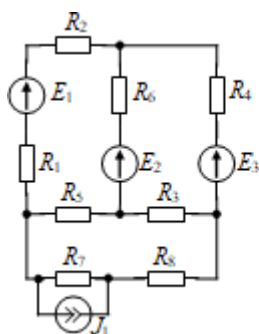

Рис. 1. Схема цепи
**Задача 1.** Для заданной электрической цепи (рис. 1) по заданным значениям сопротивлений, источников ЭДС и источников тока выполнить:
**1.** Для электрической цепи, схема которой изображена на рис. 1, составить систему уравнений по первому и второму законам Кирхгофа, необходимых для определения токов во всех ветвях.
2. Для электрической цепи (см. рис. 1) определить токи во всех ветвях цепи методом контурных токов. Данные для расчета:  $E_1=55\text{В}, E_2=25\text{В}, E_3=4\text{В}, J_1=1\text{А}, R_1=8\text{Ом}, R_2=4\text{Ом}, R_3=4\text{Ом}, R_4=12\text{Ом}, R_5=4\text{Ом}, R_6=10\text{Ом}, R_7=3\text{Ом}, R_8=10\text{Ом}.$